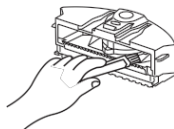

Рис.1
1. Сначала удалите мусор из пылесборника, затем очистите его щёткой для очистки. (См. Рис.1)